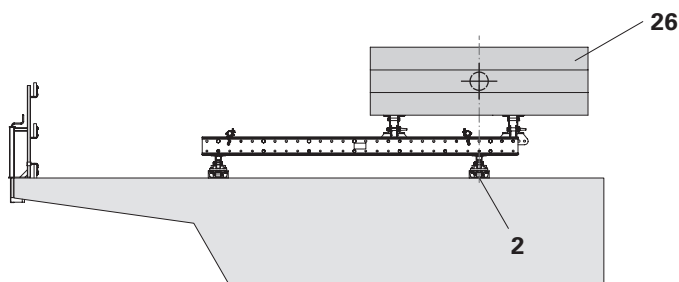

Fig. C1.03
3. Applicare la zavorra all'unità di traslazione (**26**). (Fig. C1.03)
- Prestare attenzione affinché il baricentro della zavorra (**26**) si trovi sul carrello a rulli posteriore (**2**). (Fig. C1.03)